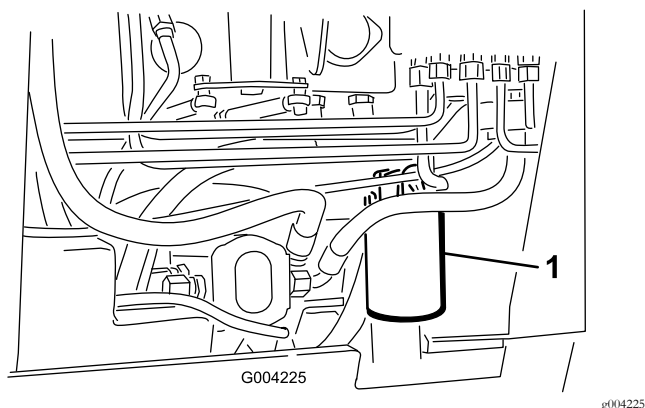

Figura 59
4. Collocate una bacinella di spurgo sotto il filtro (Figura 59).
5. Togliete il filtro usato (Figura 59) e pulite la superficie della guarnizione dell'adattatore del filtro.
7. Montate il filtro idraulico di ricambio sull'adattatore del filtro (Figura 59). Girate il filtro in senso orario finché la guarnizione di gomma non tocca l'adattatore, quindi serrate il filtro di un altro 3/4 di giro.